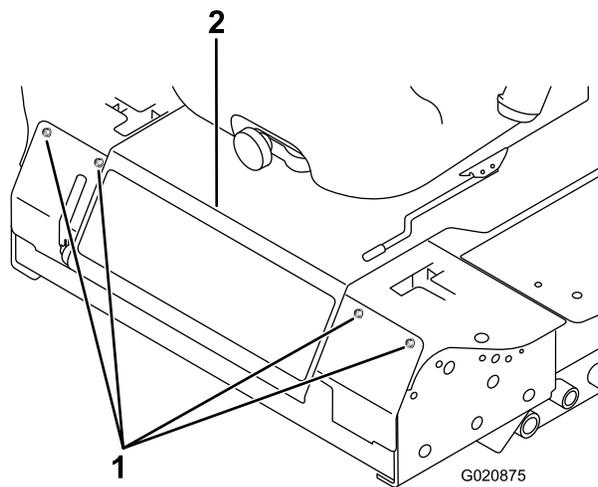

Рисунок 50
- Снимите болты крепления передней панели и снимите переднюю панель (Рисунок 50).